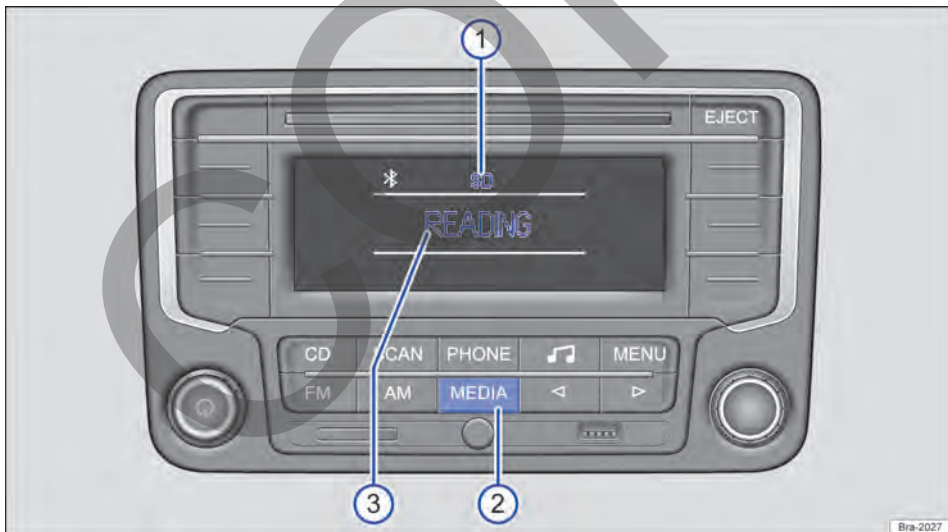
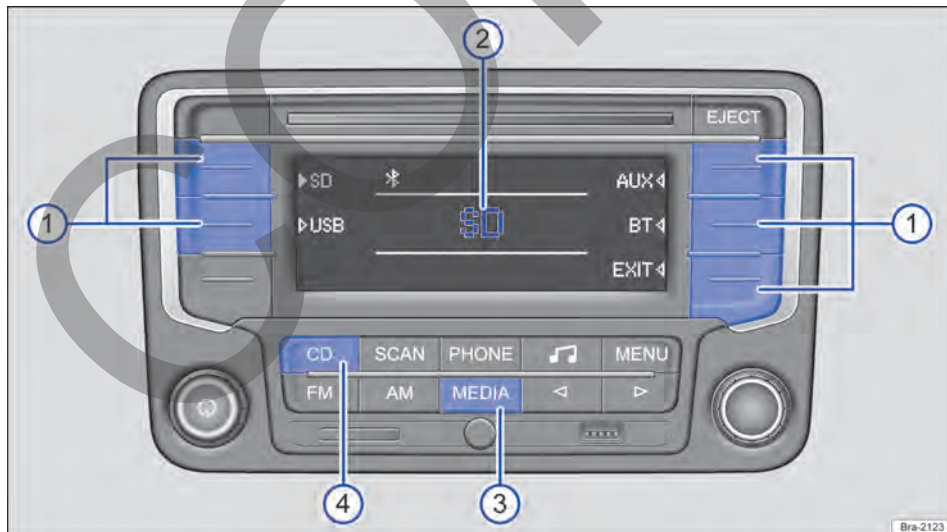

Fig. 152 Ejemplo de visualización en el modo Media: la radio lee archivos desde una tarjeta SD.
Fig. 153 Ejemplo de visualización en el modo Media: continua la reproducción de la última fuente de medios, están disponibles otras fuentes de medios.
En el modo Media se pueden seleccionar y controlar diferentes fuentes de medios. Para cambiar al modo de medios, pulse brevemente la tecla del equipo **MEDIA** → fig. 152 ②.
Si la última fuente de medios sintonizada todavía está conectada, la reproducción de esa fuente continuará automáticamente y, al cambiar al modo de medios, aparecerá brevemente en el centro del display → fig. 153 ②. ▶
En el modo de medios de reproducción, la fuente de medios seleccionada siempre aparecerá en la parte superior central del display → fig. 152 ①.
Todas las fuentes de medios disponibles → pág. 173, *Seleccionar las fuentes de medios* se muestran en el lateral del display → fig. 153. En algunas situaciones de reproducción, por ejemplo, mientras la radio lee una fuente de medios, no están disponibles otras fuentes de medios → fig. 152.
En el centro del display se muestra el estado actual de la fuente de medios, por ejemplo, **READING**, cuando la radio lee una fuente de medios → fig. 152 ③, información sobre la pista → pág. 176 o mensajes de error:
Inicie el modo Media → pág. 172, *Menú principal MEDIA*. Si la última fuente de medios sintonizada todavía está conectada, la reproducción de esa fuente continuará automáticamente y, al cambiar al modo de medios, aparecerá brevemente en el centro del display → fig. 153 ②.
En los laterales del display se muestran todas las fuentes de medios disponibles → fig. 153. Seleccione la fuente de medios deseada de la siguiente manera:
- Pulse brevemente la tecla de función programada con la fuente de medios deseada → fig. 153 ①.
- **O:** presionar la tecla del equipo **[MEDIA]** tantas veces como sea necesario hasta que aparezca la fuente de medios (excepto CD) → fig. 153 ③.
- **O:** presionar la tecla del equipo **[CD]** para reproducir un CD del lector interno de CD → fig. 153 ④.